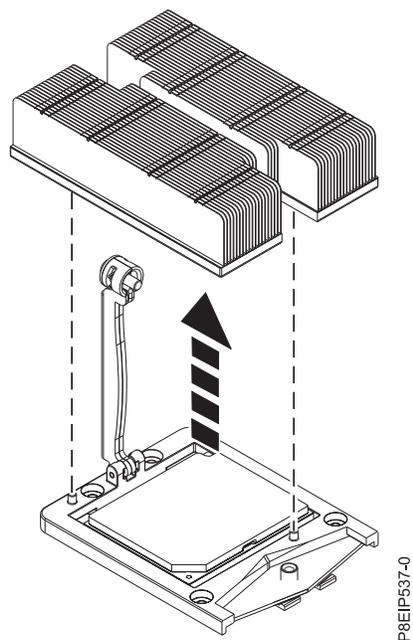

Figura 49. Removendo o dissipador de calor
5. Segure o dissipador de calor e remova-o levantando-o para cima, conforme mostrado na Figura 49.